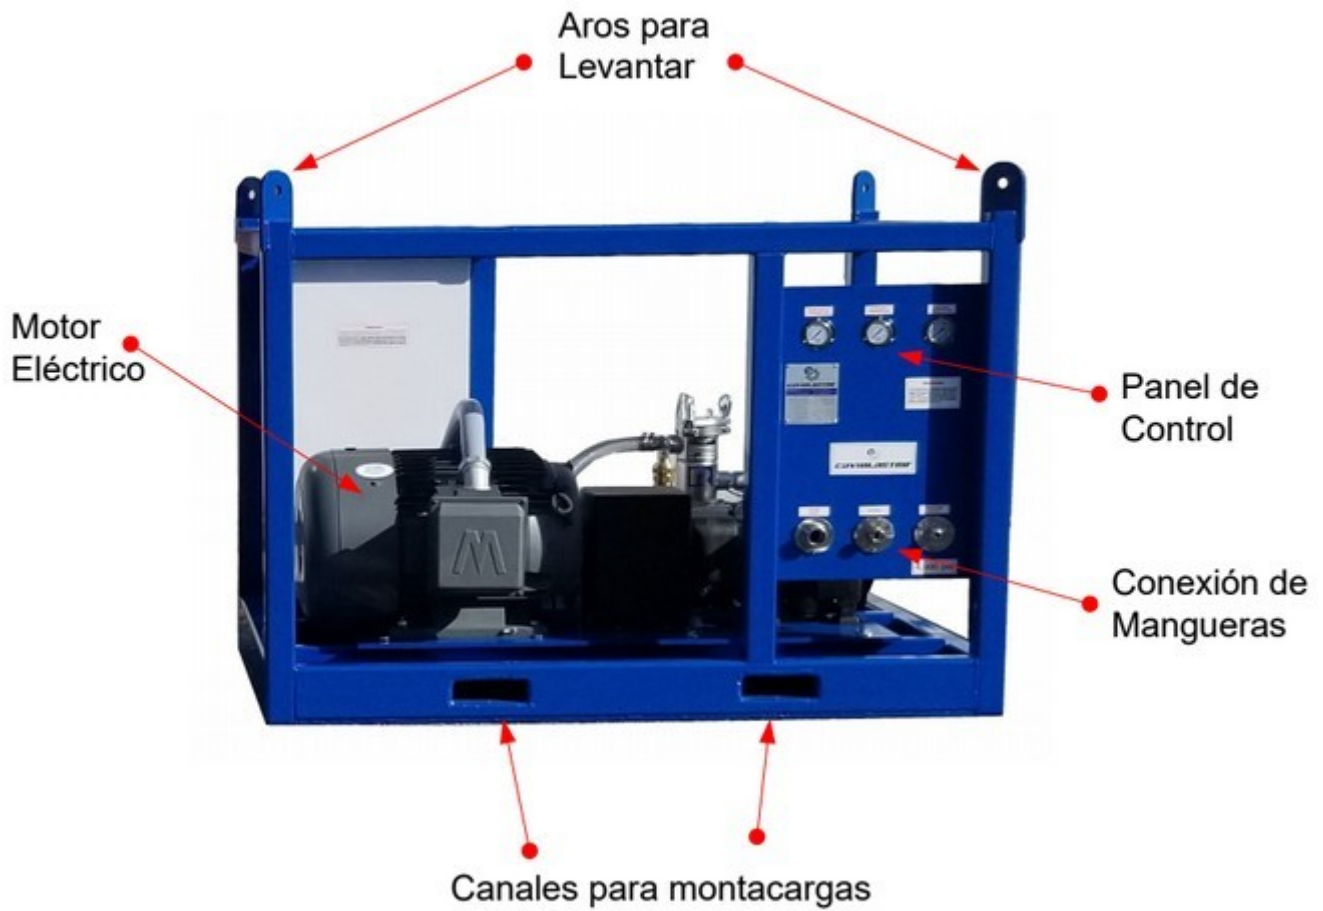

Figura 2.2 - Características generales de CaviBlaster® 3040-E60
- 10) Conecte la manguera de derivación (consulte la Figura 2.2).
- 11) Conecte la manguera de presión (Ver Figura 2.2).
Es necesario prestar atención al cebado del sistema. La conexión de entrada de la manguera de succión de agua de alimentación se encuentra en el panel de conexión de agua (consulte la Figura 2.2). La manguera de succión (transparente) debe estar recta y ligeramente inclinada hacia abajo desde la conexión de entrada en el panel de conexión de agua, sin "jorobas" en la manguera, de modo que se minimice la captura de bolsas de aire y la creación de un bloqueo de aire. Durante el ciclo de cebado, la manguera de succión siempre debe permanecer por debajo de la altura de la conexión de entrada a menos que se conecte con una fuente de agua de presión positiva.
- Asegúrese de que el botón E-Stop esté 'Empujado' para que la fuente de alimentación se haya desconectado. (Ver Figura 2.2).
- Conecte el zócalo de bloqueo de leva en la manguera de alimentación de PVC transparente de 1-1/2 "a la conexión de entrada de agua en el panel de control (consulte la Figura 2.2). Coloque el otro extremo de la manguera en el suministro de agua.
- Conecte un enchufe de bloqueo de leva de 1-1/2 "en la manguera de suministro de agua a la conexión de entrada de agua en el panel de control (consulte la Figura 2.2). Confirme que el sistema está cebado.